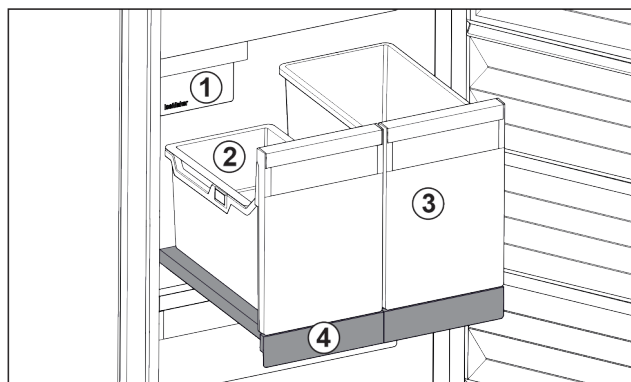

Fig. 17 Compartiment coulissant avec IceTower
- (1) IceMaker
- (2) Balconnet pour glaçons
- (3) Bac pour pizzas, boissons alcoolisées, etc.
- (4) Compartiment coulissant
Le compartiment coulissant comprend deux bacs hauts (IceTower). Le bac Fig. 17 (2) permet de recueillir et de stocker les glaçons de l'IceMaker. Les bacs Fig. 17 (3) sont conçus pour stocker des aliments hauts comme les pizzas et boissons alcoolisées.